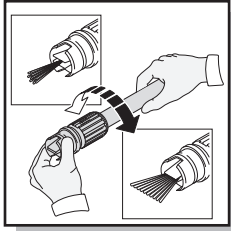

Fig. 8
- Cuando se usa la lanza de pulverización ajustables, el patrón de pulverización y la intensidad puede controlarse en función de la alimentación de agua necesaria para cada tarea girando la boquilla de pulverización en el extremo de la lanza (Fig. 8). Estos pueden ser utilizados para barrer las hojas o la suciedad de las superficies planas o frenar. Este lance tiene la más amplia variedad de aplicaciones, como el ventilador grado permite una buena presión de impacto y cobertura de limpieza.